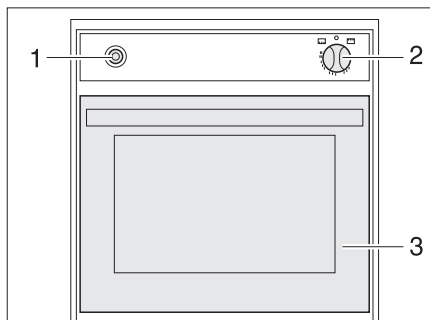

Fig. 216 Forno a gas (Spinflo)
- Aprire completamente lo sportello del forno (Fig. 216,3).
- Premere leggermente il pomello girevole (Fig. 216,2) e metterlo su "forno" o "GRILL" (grill).
- Premere il pomello girevole (Fig. 216,2) e tenerlo premuto per 5-10 secondi. Il gas fluisce verso il bruciatore.
- Premere l'interruttore di accensione (Fig. 216,1) finché la fiamma non brucia.
- Ruotare il pomello girevole (Fig. 216,2) su "O". La fiamma si spegne.